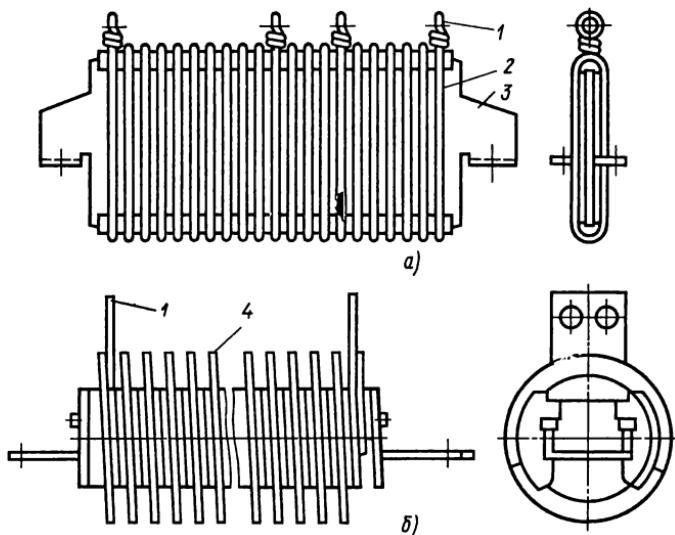

Рис. 7. Резисторы:
**Резистор** (рис. 7) представляет собой элемент электрической цепи, предназначенный для использования его электрического сопротивления. Резистор выполняют из материалов с большим сопротивлением: константана, никрома, фехраля. Поврежденный резистор заменяют новым. Если выгорела небольшая часть проволоки или ленты, их сваривают. Сварку производят электросварочными клещами, для чего концы свариваемой проволоки соеди-